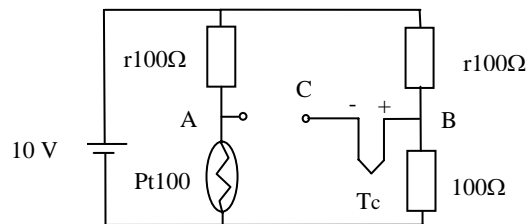
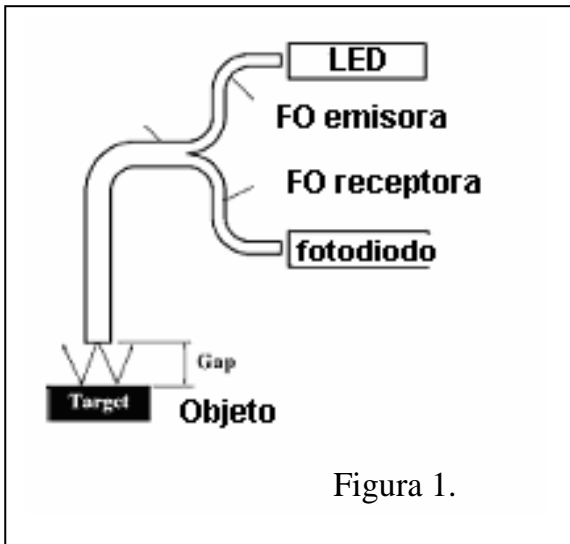
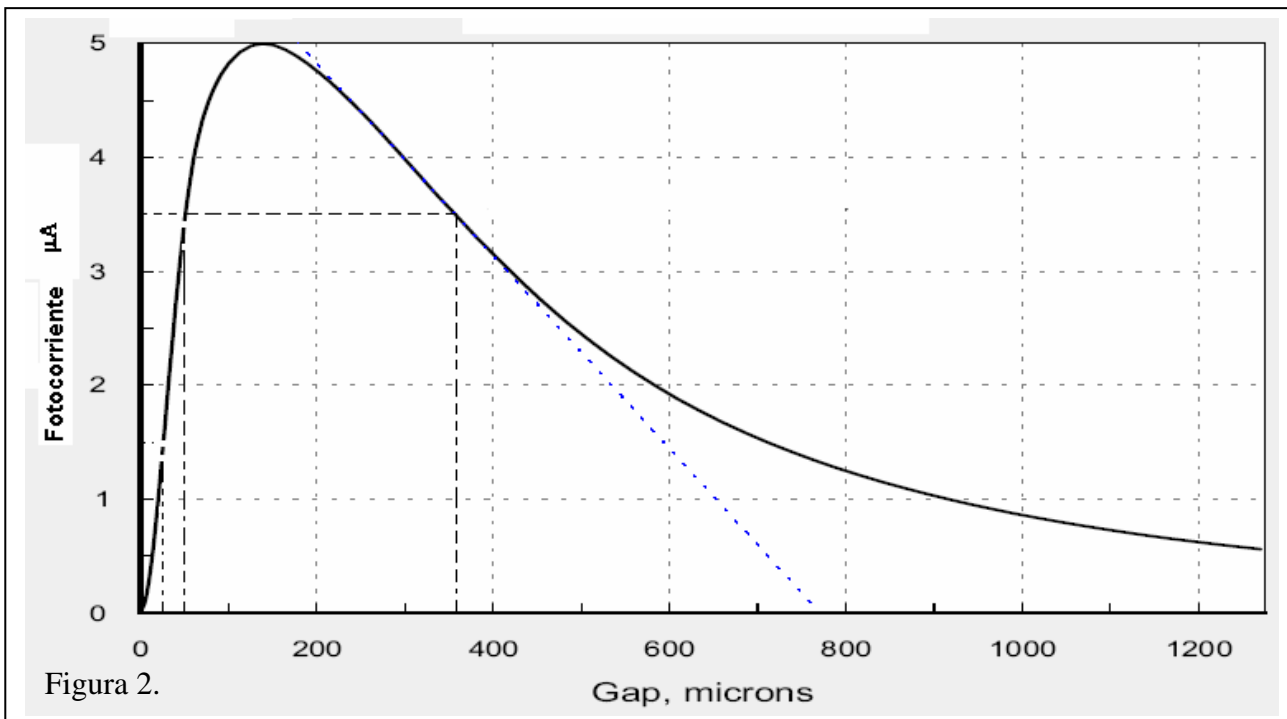

Fig. 3
Figura 1.
Figura 2.
Se desea usar un circuito de acondicionamiento para el termopar en un campo de medida entre $0\text{-}100^\circ\text{C}$ de forma que su salida esté comprendida en el margen $0\text{-}5\text{V}$, con una compensación analógica de la unión fría, que varía entre $10\text{-}30^\circ\text{C}$. El circuito completo se representa en la figura 1.
- Se puede observar que como circuito de compensación analógica se usa un puente de Wheatstone, que se reproduce nuevamente en la figura 2, donde las resistencias superiores son *r* veces las inferiores, y en el que se mide la temperatura del punto frío con una RTD, una Pt100. Con este montaje se obtiene una tensión de salida del puente de Wheatstone proporcional a esa temperatura, es decir, $V_A - V_B = V_{T_f,0} = S_f \times T_f$ según lo calculado en el apartado d). **Se pide que calcule el valor de *r*** para que se cumpla dicha relación, sabiendo que las características de la Pt100 son: $R(T) = R_0 (1 + \alpha T)$ con $\alpha = 0,00385^\circ\text{C}^{-1}$ y $R_0 = 100\Omega$ (Debe justificar cualquier aproximación que realice).
- f) Para sumar la tensión de compensación generada por el circuito del apartado e) se conecta el termopar según la Fig. 3. Sabiendo que las uniones del termopar a B y C se hacen con un bloque isoterma como se muestra en la figura 1. **Se pide que calcule** $V_A - V_C = f(T_c)$ y por tanto que se puede calcular su valor a partir de los datos disponibles independientemente de T_f .
En la figura 1 se muestra el esquema de un sensor de fibra óptica (FO) para medir desplazamientos, mientras que en la figura 2 se muestra su curva de calibración (corriente fotogenerada, i_f , frente a la variación del gap o distancia al objeto). Toda la luz del emisor que se acopla a la FO se envía al objeto, mientras que la luz de vuelta llega al fotodiodo a través de la FO receptora. Como fuente de luz se utiliza un LED IF-E97.